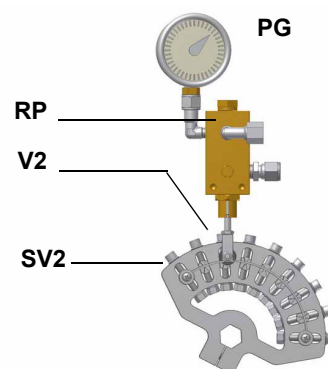

Fig. 5
3. Fissare VD rispettivamente con 2 viti M5, max. 5 Nm/44 in.lb, fig. 5/6.